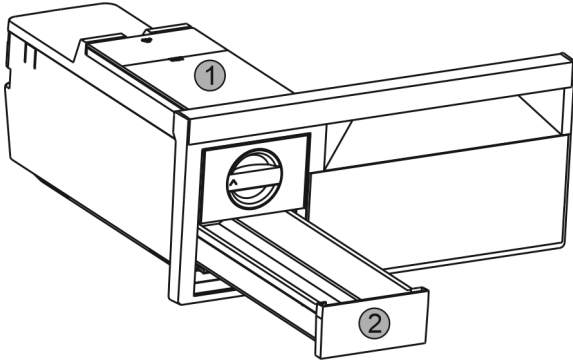

Fig. 39
- ▶ Enlever le réservoir d'eau Fig. 39 (1) et le tiroir à glaçons Fig. 39 (2).